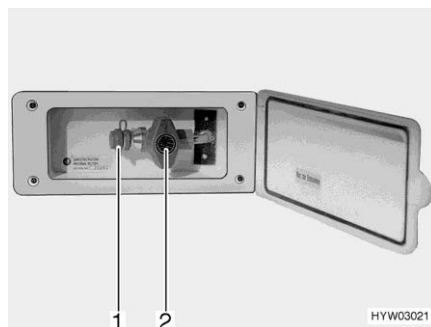

Fig. 131 Presa gas esterna (rubinetto di arresto del gas chiuso)
- Collegare l'apparecchio a gas esterno all'attacco (Fig. 131,1).
- Aprire il rubinetto di arresto del gas (Fig. 131,2).